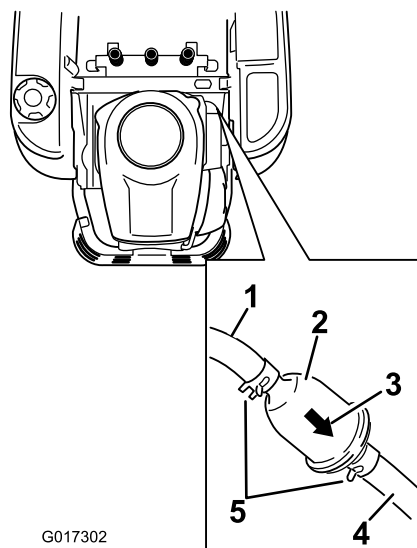

Figura 36
3. Sollevate il sedile e individuate i filtri del carburante come mostrato in Figura 36.
4. Premete le estremità delle fascette stringitubo ed allontanatele dal filtro (Figura 36).
6. Montate un nuovo filtro con la freccia della direzione del flusso proveniente dal serbatoio del carburante e rivolta verso il motore. Spostate le fascette stringitubo in prossimità del filtro (Figura 36) per bloccarlo.